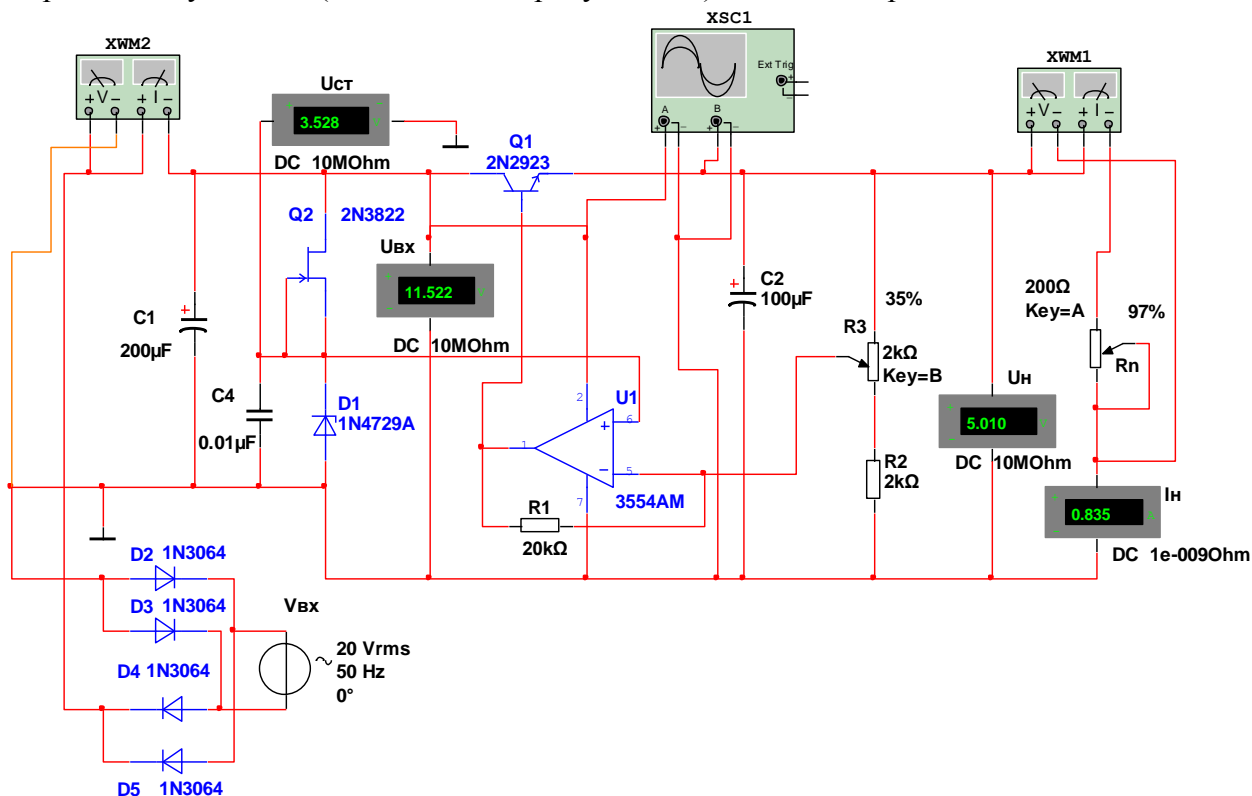

Рисунок 3.1 – Принципиальная схема компенсационного стабилизатора последовательного типа
3.2 Активировать исполняемый файл (меню «Simulate/Run») и провести последовательно эксперименты со схемами компенсационного (KSN.ms11- см. рисунок 3.1) и широтно-импульсного (ISN.ms11 - см. рисунок 3.2) стабилизаторов.